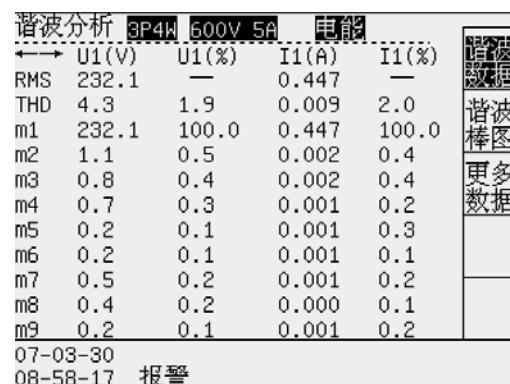

图 7-1 谐波数据
3.1 谐波分析显示见屏幕（图 7-1）
谐波数据——所有测试信号的谐波数据；（见图 7-1）
3.2 谐波数据屏幕（见图 7-1）